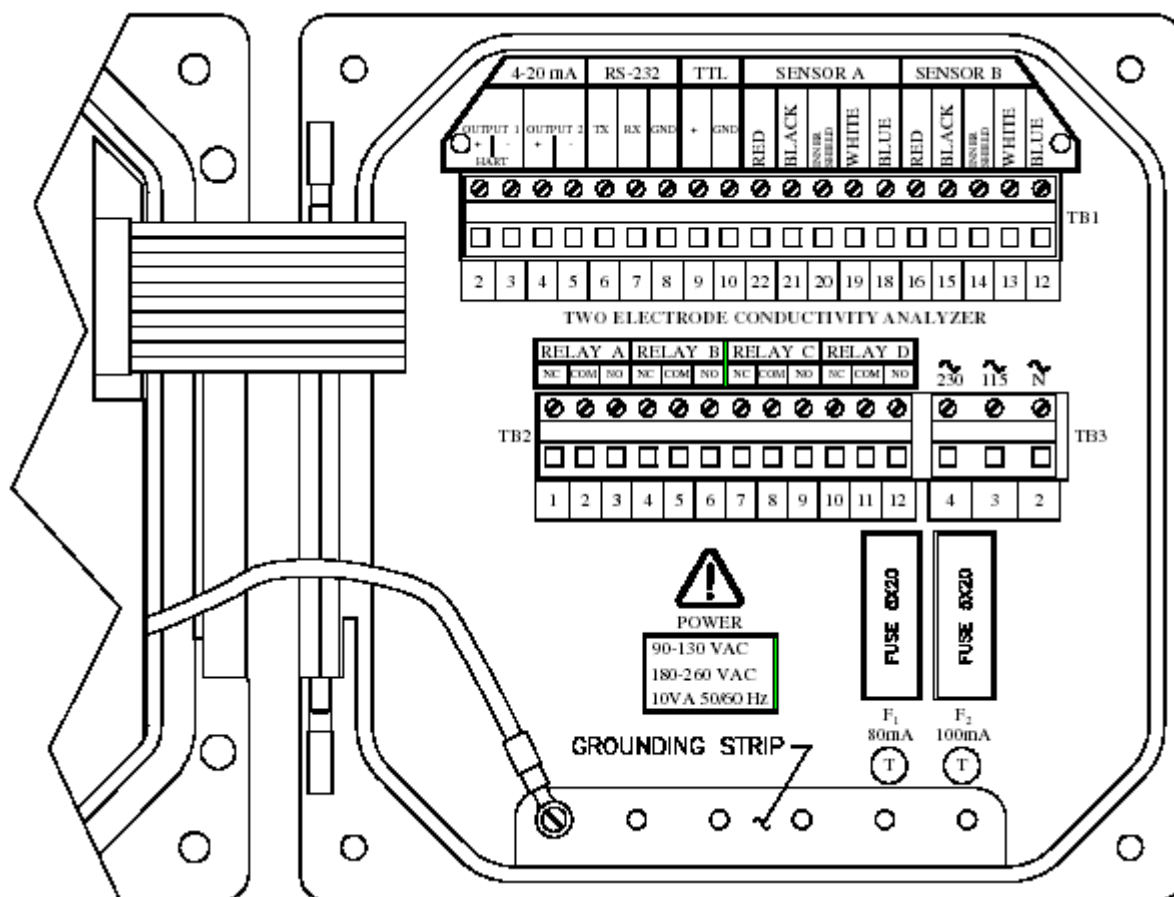

图 2-3 序列号前缀为“B”的测定仪的接线端标识
- 对于序列号前缀为“ B ”的测定仪 , 连接到箱体底部的接地带 (5 个开孔 , 如图 2-3 所示)。